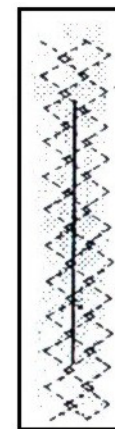

Fig. 2
- When mending tears, it is advisable to use a piece of backing fabric to reinforce. The stitch density can be varied by adjusting the stitch length. First sew over the center and then overlap on both sides. Depending on the type of fabric and damage, sew between 3 and 5 rows. (Fig. 2)
- Cuando se remendan rasgones es aconsejable poner debajo del la labor un tejido (refuerzo). El espesor de los puntos se puede variar cambiando el largo de la puntada. Primero coser en el centro y después sobrepasar un poco los dos lados. Según el tejido y el daño coser de 3 a 5 filas. (Fig. 2)